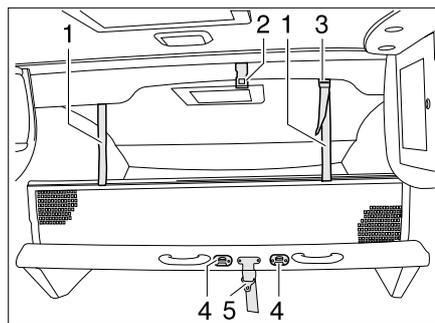

Bild 101 Hubbett manuell
- Das Hubbett mit dem Sicherungsgurt (Bild 101,5) am Dach (Bild 101,2) sichern.
- Die Aufstiegsleiter mit den beiden Bügeln in die Krampen (Bild 101,4) am Hubbett einhängen.
- Die Haltebänder (Bild 101,1) in die Halterungen an der Decke (Bild 101,2) einrasten.
- Die Haltebänder (Bild 101,1) in die Halterungen (Bild 101,3) an der Decke einrasten.